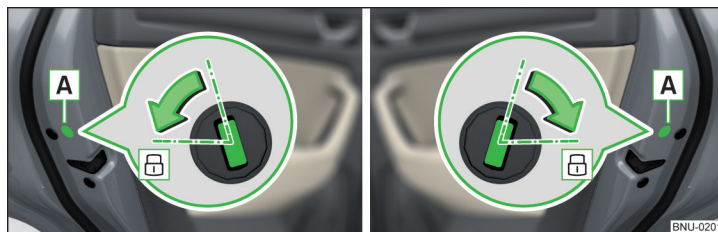

Abb. 250 Tür links / Tür rechts
- Bei Fahrzeugen mit der Blende **A** diese Blende entfernen » Abb. 250.